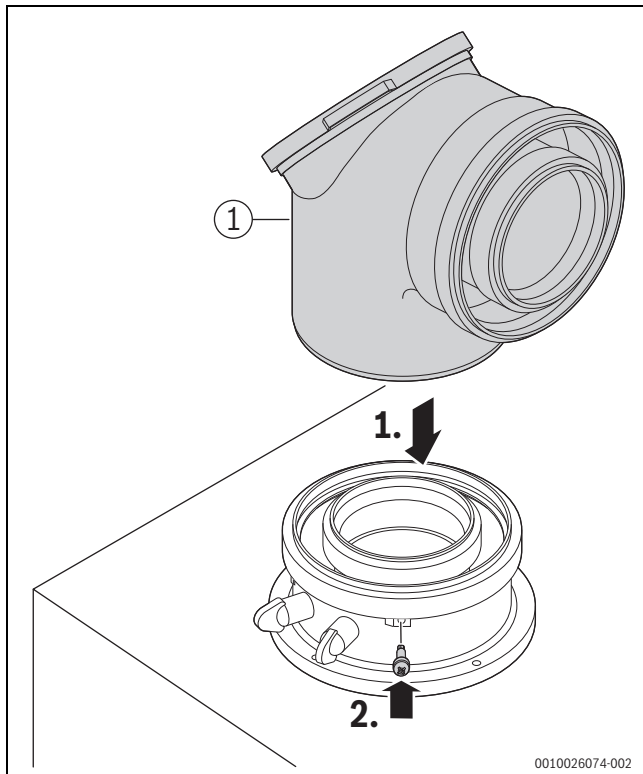

Bild 91 Abgaszubehör einsetzen und mit Schraube sichern
- ▶ Abgaszubehör anschließen (→ Bild 91, [1]). Dabei die Installationsanleitung des Abgaszubehörs beachten.